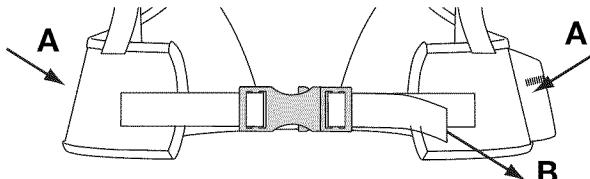
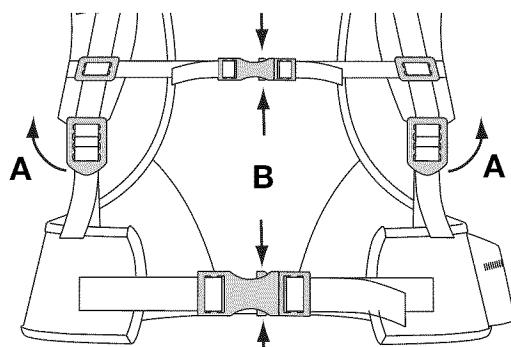

Fig. 19
Fig. 20
NOTA: Asegúrese de que los soportes de la cintura soporten el peso de la unidad sobre las caderas (Fig. 19, A).
- Si el peso no cae sobre las caderas, afloje los soportes de los hombros (Fig. 20, A) y tire de la manija de los soportes de la cintura (Fig. 19, B) para apretarlas. Ajústelas hasta que el peso de la unidad descance sobre las caderas.
- Para desconectar los soportes de los hombros, tire hacia arriba de la lengüeta inferior de las hebillas de los soportes de los hombros (Fig. 20, A).
- Apriete la parte superior e inferior de las presillas de los soportes de la cintura para zafar los soportes de la cintura y los hombros (Fig. 20, B).